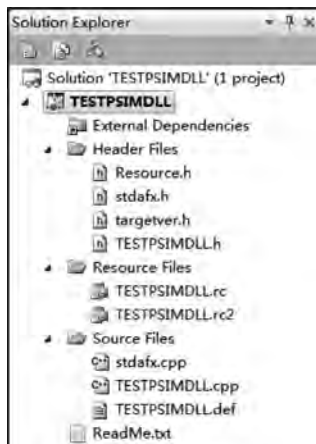

图 3-50 项目解决方案资源管理器
- 在完成新建项目创建后,Visual Studio 2010 进入项目,出现如图 3-50 所示的项目解决方案资源管理器。